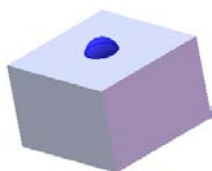
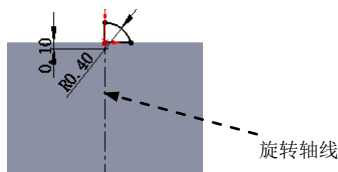

图 14.5.4 旋转 1
图 14.5.5 横断面草图
(4) 单击  按钮, 完成凸台—拉伸 1 的创建。
Step3. 创建图 14.5.4 所示的零件基础特征——旋转 1。
(1) 选择命令。选择下拉菜单 **插入(I)** → **凸台/基体(B)** →  **旋转(R)...** 命令。
(2) 定义特征的横断面草图。
① 定义草图基准面。选取上视基准面作为草图基准面。
② 定义横断面草图。在草图环境中绘制图 14.5.5 所示的横断面草图。
(3) 定义旋转轴线。采用图 14.5.5 所示的中心线作为旋转轴线。
(4) 定义旋转属性。
① 定义旋转方向。在“旋转”对话框 **方向1** 区域的下拉列表中选择 **给定深度** 选项, 采用系统默认的旋转方向。
② 定义旋转角度。在 **方向1** 区域的  文本框中输入数值 360。选中 ☒ **合并结果(M)** 复选框。
(5) 单击  按钮, 完成旋转 1 的创建。